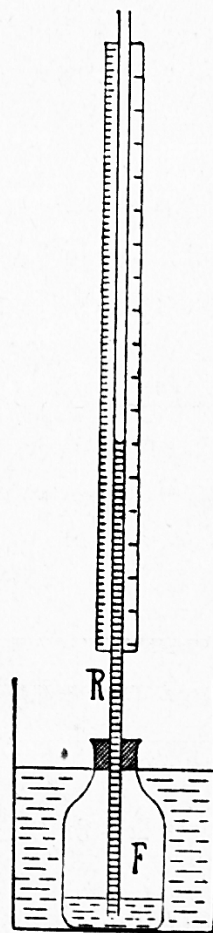

Abb. 62.
9. Verschließe die zum Teil mit gefärbtem Wasser gefüllte Flasche F (Abb. 62) mit einem Gummistopfen, der mit Rizinusöl eingefettet worden ist und durch dessen Bohrung die lange Gasröhre R geht! Blase oben in das Rohr! Nach dem Freigeben der oberen Rohröffnung steigt das gefärbte Wasser in der Glasröhre R in die Höhe. Befestige einen mit einer Zentimeterteilung versehenen Kartonstreifen mittels Blumen- drahtes an der Röhre! Setze die Flasche, um jeden Wärmeeinfluß fernzuhalten, in das Wasser enthaltende Glas G! Merke den Stand des Wassers in der Röhre und begib dich mit der Vorrichtung in den Keller! Das Wasser in der Röhre sinkt, denn der stärkere Luftdruck im Keller drückt die in der Flasche F enthaltene Luft etwas zusammen. Kehre damit ins Schulzimmer zurück! Die Flüssigkeit in der Röhre nimmt den ursprünglichen Stand ein. Geh mit der Vorrichtung auf